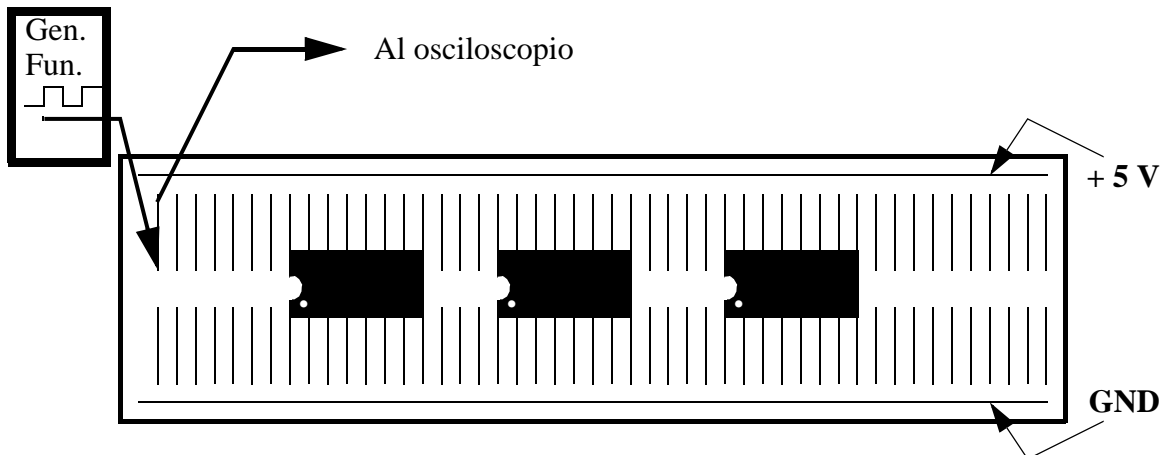

Figura 25: Posición aconsejada para conectar alimentación y Circuitos Integrados
- a) Para ello dedique la línea superior de la regleta a poner + 5 V, la inferior para poner GND y coloque todos los circuitos integrados en el medio de la regleta con el *pin* 1 abajo a la izquierda, como se indica en la Figura 25. Si usa una señal del Generador